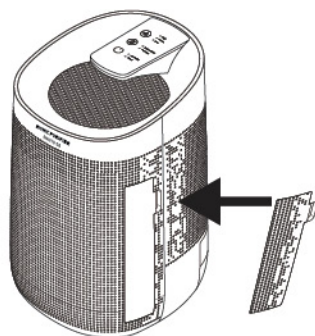

fig. 5
5. Riporre il coperchio del filtro nel dispositivo (fig. 5).